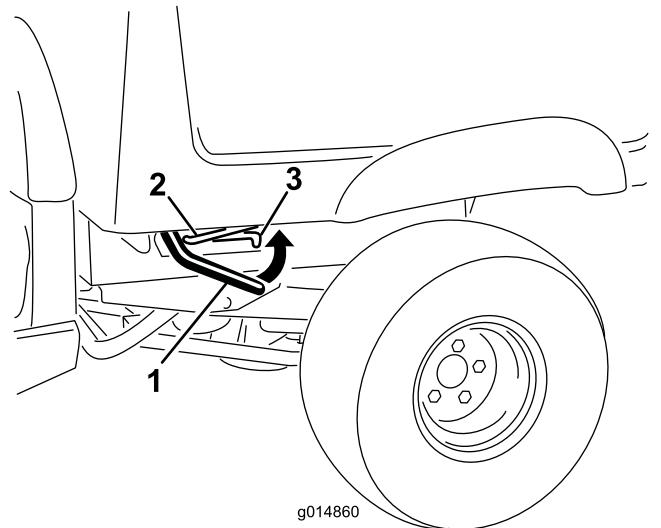

Bild 14
1. Heben Sie den Hebel an beiden Seiten der Ladepritsche an und heben Sie die Ladepritsche an (Bild 14).
1. Heben Sie den Riegel an, um die Ladepritsche etwas anzuheben (Bild 14).